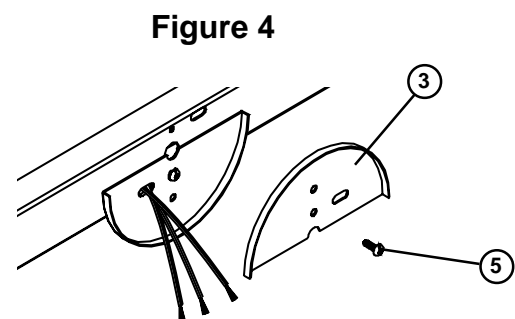

Figure 4
4. **To install Canopy (3),** align hole and slot on Canopy (3) with hole and slot on back of Channel (6), (flange of Canopy should be facing away from Channel), insert fixture leads through slot on appropriate Canopy and secure with Screw #8-32x1-1/4" (5) provided. Repeat for second Canopy. **See Fig. 4.**
4. **Para instalar el Espaciador de Sobrecielo,** alinee el agujero y la ranura en el Espaciador de Sobrecielo (3) con el agujero y la ranura en la parte trasera del Canal (6), (el reborde del Espaciador de Sobrecielo no deberá mirar el Canal), inserte los alambres del luminario a través de ranura del Espaciador de Sobrecielo apropiado y asegure con Tornillo #8-32 x 1-1/4" (5) proporcionado. Repita para el segundo Espaciador de Sobrecielo. **Vea Fig. 4.**